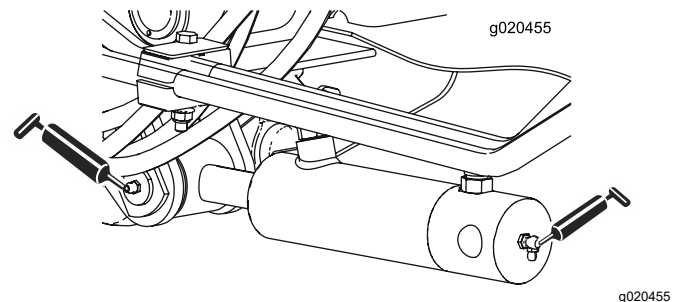

Bild 82
- Zwei (an jeder Seite) Hubarm-Zylinderbüchsen (Bild 82)